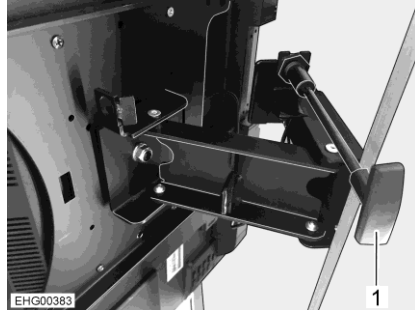

Fig. 75 Support (bras articulé monobloc)
- Tirer la poignée (Fig. 75,1) et la maintenir tirée. L'écran plat est déverrouillé.